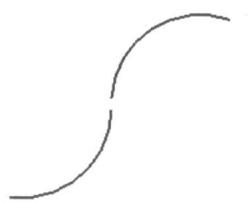
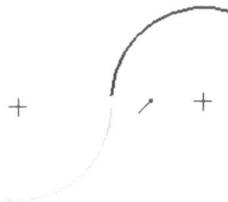
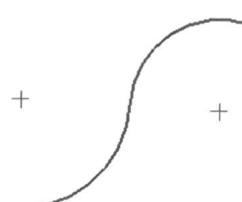

图 1-12
图 1-13
图 1-14
8. 对没有连接的图线(如图 1-12 所示)用连接命令 , 选择两线段的端点使其连接, 如图 1-13 和图 1-14 所示。利用修剪角命令 也可使两线段连接。